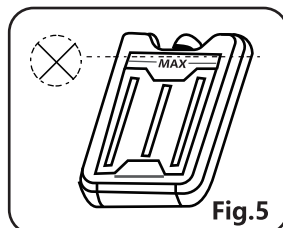

Fig.5
c. Si vous souhaitez utiliser un bloc réfrigérant (deux blocs sont inclus) au lieu de glaçons, remplissez les blocs avec de l'eau en veillant à ne pas dépasser le niveau maximum indiqué. Placez-les dans votre congélateur et laissez-les pendant 1 à 2 heures. Les blocs peuvent être réutilisés et ont une durée de vie de plus de 5 ans. (Fig.5)